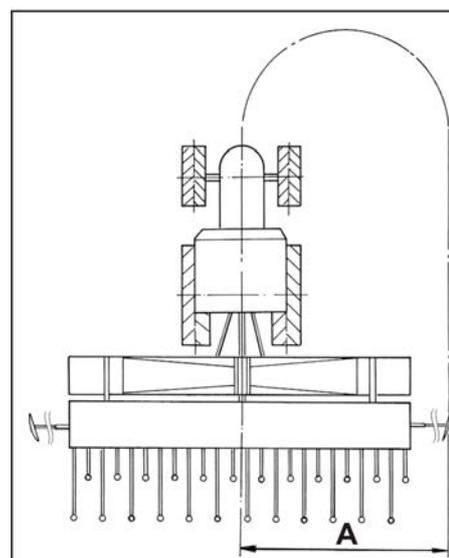

Fig. 109
4. Ajustar la longitud del disco trazador a la distancia "A" (Fig. 109).
Se mide la distancia "A" (Fig. 109)